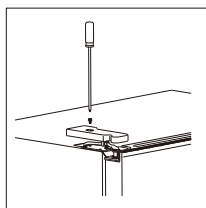

Рисунок 23
1. Открутите крышку петли при помощи крестообразной отвертки (рис. 23).